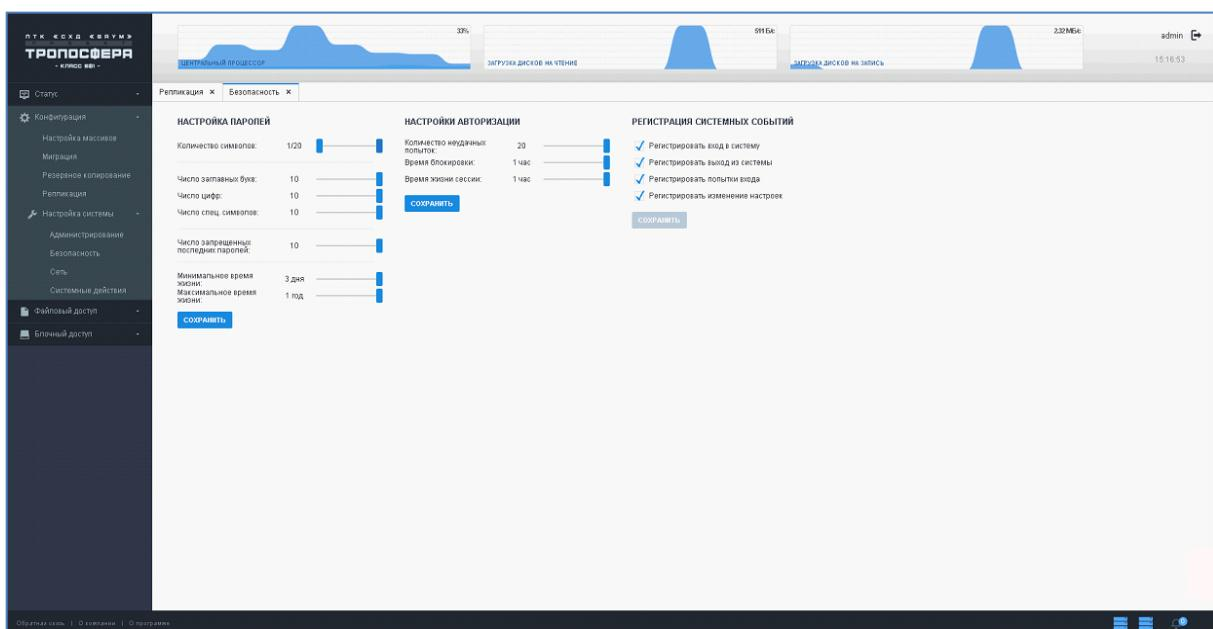

Рисунок 44 - Настройки безопасности
- 2) В левой части основной области расположено окно настроек паролей (Рисунок 44).
- 2) В центральной части основной области расположено окно настроек авторизации (Рисунок 44).
- 2) В правой части основной области расположено окно настроек регистрации системных событий (Рисунок 44).